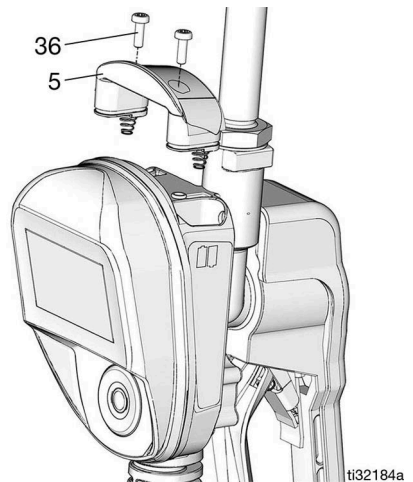

FIG. 40
5. Remplacer le couvercle (5) et les vis (36). Ne pas trop serrer les vis (FIG. 40).